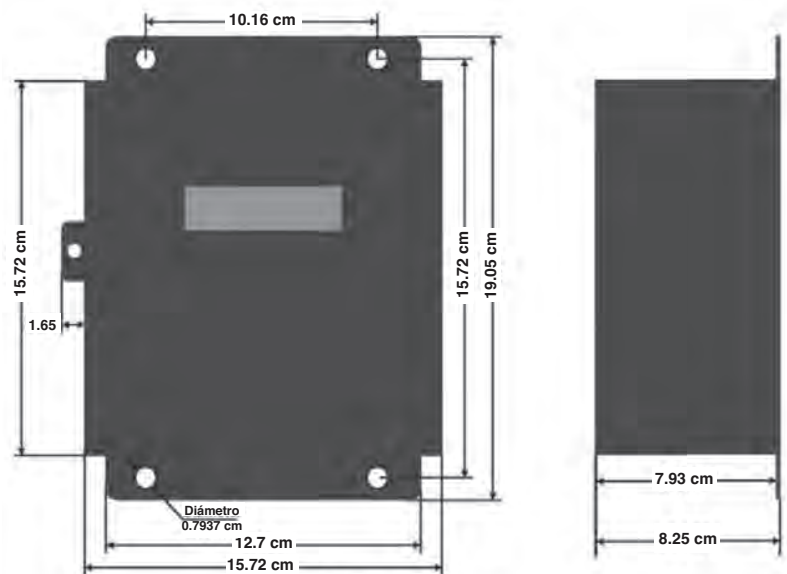

Figura 1: Dimensiones de la Caja de Acero
| Figura 1: Dimensiones de la Caja de Acero .....                           | 27 |
1. En la Figura 1 se muestran las cajas de acero JIC grado industrial para instalaciones en interiores.